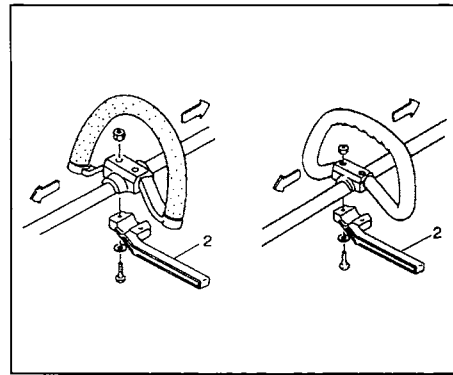

Fig. 1-2
Installation of handle (Fig. 1-2)
When you use steel/rigid blades on straight shaft trimmers or brush cutters, always use barrier bar (2) and shoulder harness with the loop handle. (Fig.1-2)
Montaggio del manubrio (Fig. 1-2)
Usare sempre una barriera di spranga (2) ed una bardatura di spallina con il manubrio anulare quando si utilizzi una lama di acciaio/rigida montata sui tosaerba o sui decespugliatori di albero retto.(Fig.1-2)
Montaje del manillar (Fig. 1-2)
Empléense siempre una barrera de guardia (2) y un arnés de seguridad con el manubrio anular al utilizar una cuchilla de acero/rigida montada sobre una segadora de césped o sobre una desbrozadora de árbol recto. (Fig.1-2)
Installation du manche (Fig. 1-2)
Utiliser toujours un barreau protecteur (2) et une bandoulière de sécurité avec le guidon de cadre lorsqu'on emploie une lame d'acier/rigide monté sur un coupe-bordure ou sur une débroussaillieuse à l'arbre droit.(Fig. 1-2)
Anbringung des Handgriffs (Fig.1-2)
Verwenden Sie immer eine Schutztraverse (2) und einen Sicherheitsgurt mit der Rahmenlinkstange, wann man eine starre/stählerne Klinge auf einem Rasentrimmer oder einem Gestrüppschneider mit einer geraden Welle benutze. (Fig. 1-2)
Montering av handtag (Fig.1-2)
Använd alltid spärrstången (2) och säkerhets-selen med remhandtag, när en styv stålklinga används på grästrimmer eller buskklippare med en rak skaft.(Fig. 1-2)